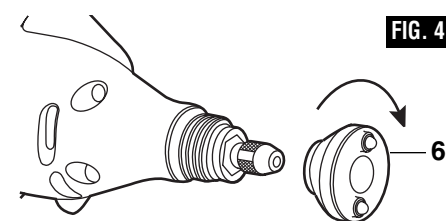

FIG. 4
5. Thread the Dremelite **6** onto the rotary tool (Fig. 4).
5. Vissez le Dremelite **6** sur l'outil rotatif (Fig. 4).
5. Enrosque el aditamento Dremelite **6** en la herramienta giratoria (Fig. 4).